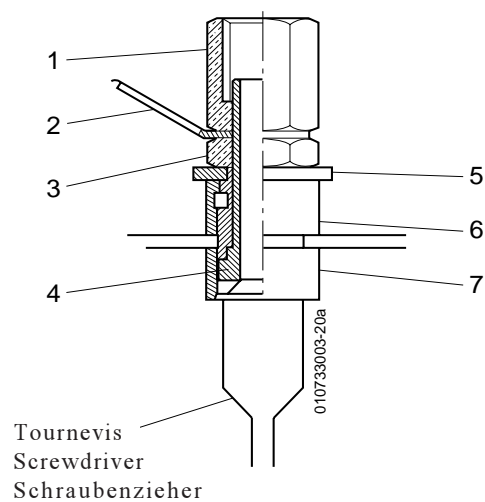

FIG. 1
- 2) Se reporter au schéma (FIG. 1) pour le changement des douilles.
a) Dévisser l'écrou (1) à l'aide de deux clés plates de 8 mm. Retirer l'écrou et la languette (2).
b) Engager un tournevis à lame (largeur ≈ 7 mm) dans le bloc optique par l'orifice situé à l'opposé de la douille à changer. Débloquer l'écrou (3).
c) Oter l'écrou (3), la rondelle (5), les douilles isolantes (6) et (7) ainsi que la partie inférieure de la douille.
d) Engager une nouvelle douille isolante (7) et une nouvelle douille (4) entre les lentilles du bloc optique. Pour la mise en place de ces deux pièces dans le flasque supérieur, il est possible de s'aider d'une fine tige.
- 2) For the replacement of the plugs, refer to the diagram (FIG. 1).
a) Unscrew the nut (1) thanks two 8 mm flat wrenches. Remove the nut and the contact tab (2).
b) Introduce a screw driver through a hole located in the inferior shell of the optical block, in order to reach the nut (3) and to unscrew it.
c) Remove the nut (3), the washer (5), the insulating sockets (6) and (7) and the inside shaft of the plug.
d) Place a new insulating socket (7), then a new shaft (4) into the superior shell of the optical block, routing them upwards through the lenses by means of a rod.
- 2) Zum Auswechseln der Buchsen, siehe Zeichnung (Abb. 1).
a) Die Mutter (1) mit zwei 8-mm-Schlüsseln lösen. Die Mutter und Lasche (2) herausnehmen.
b) Den Schraubendreher mit Klinge (Breite ≈ 7 mm) durch das Loch, das gegenüber der auszuwechselnde Buchse liegt, in den optischen Block führen. Die Mutter (3) lösen.
c) Die Mutter (3), Unterlegscheibe (5), Isolierbuchsen (6) und (7) und das Unterteil der Buchse herausnehmen.
d) Eine neue Isolierbuchse (7) und eine neue Buchse (4) zwischen die Linsen des optischen Blocks einsetzen. Ein feiner Stab ermöglicht es sie besser hereinzusetzen.